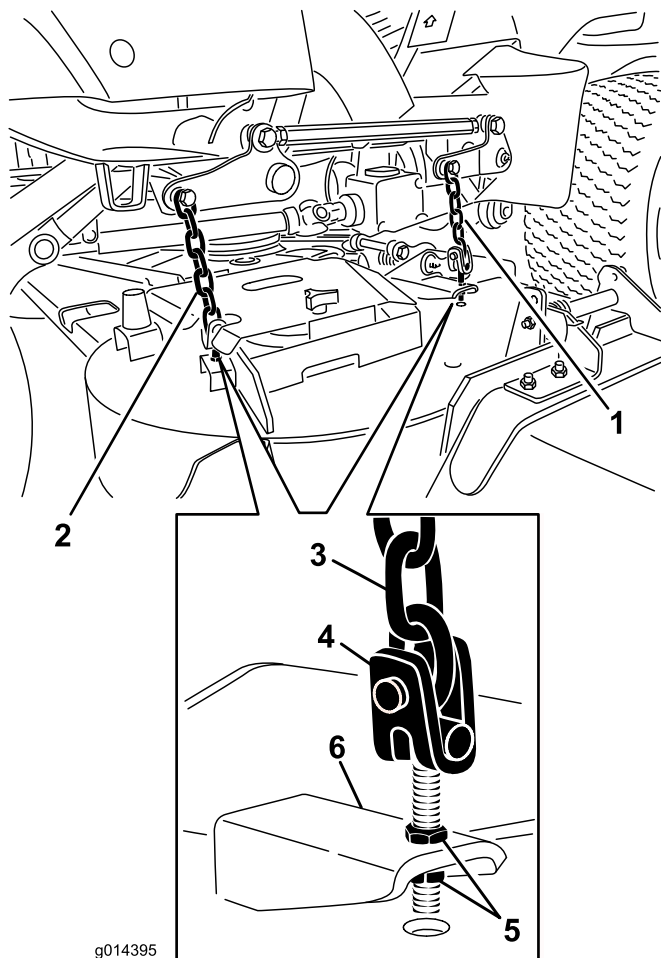

Рисунок 70
- Отрегулируйте стопорные гайки крепления тяг/цепей деки к деке газонокосилки так, чтобы дека газонокосилки располагалась на одном уровне (Рисунок 70).
- Отрегулируйте стопорные гайки крепления тяг/цепей деки и поднимите заднюю часть деки так, чтобы наклон ножа был равен 8 мм (Рисунок 70).